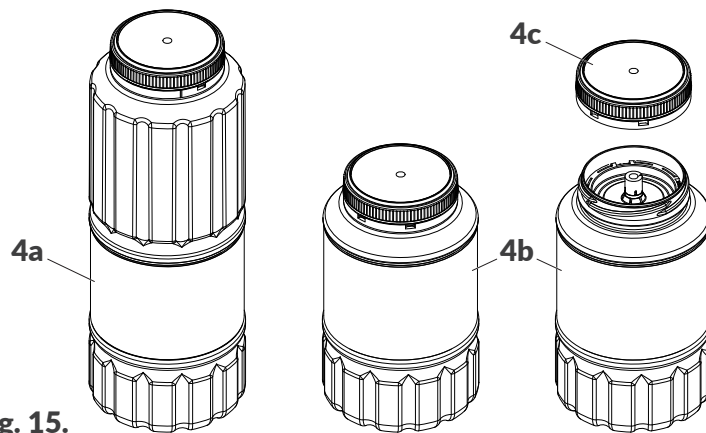

Fig. 15.
- 1 liter (**4a**; see Fig. 15),